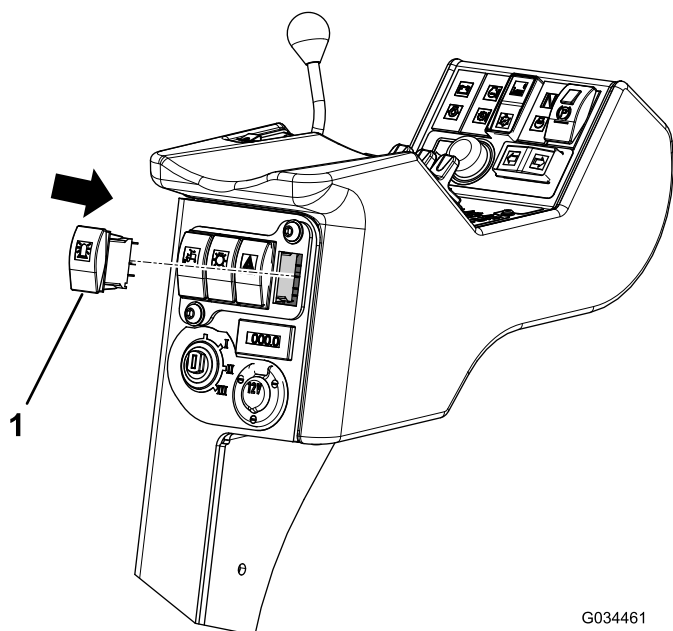

Figure 9
3. Enfoncez l'interrupteur dans l'ouverture jusqu'à ce qu'il s'enclenche en position (Figure 9).